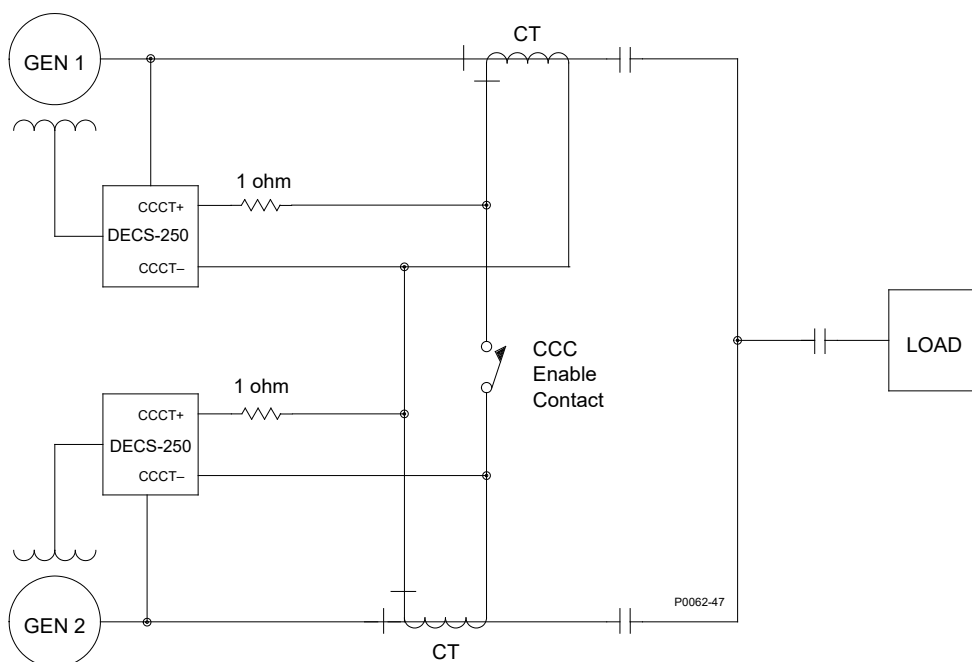

Figure 5-3. Branchements pour la compensation de courant croisé
Le mode de compensation de courant croisé (différentiel réactif) permet à deux alternateurs mis en parallèle de partager une charge commune. Comme illustré dans la Figure 5-3, chaque alternateur est contrôlé par un système DECS-250 qui utilise l'entrée de compensation de courant de ligne croisé du DECS-250 (bornes CCCT+ et CCCT-) et un transformateur de courant (TC) externe dédié pour mesurer le courant de l'alternateur. Les résistances représentées dans la Figure 5-3 sont utilisées pour ajuster la charge et peuvent être réglées en fonction de l'application. Assurez-vous que la puissance nominale des résistances est adaptée à l'application.